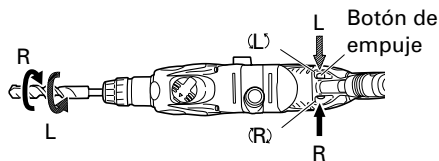

Fig. 6
9. Confirmar la dirección de rotación de la broca (Fig. 6)